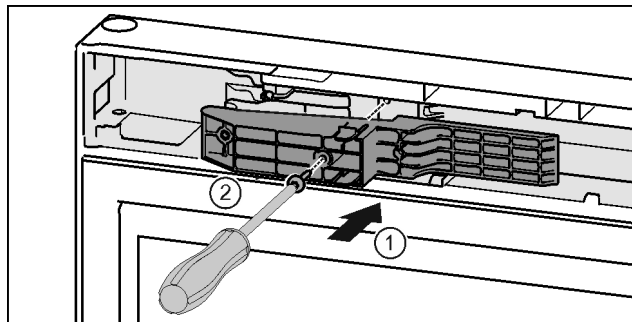

Fig. 48 *
- ▶ Adaptér nasadte na strane rukoväte do vybrania. Fig. 48 (1)*
- ▶ Skrutkovačom T15 pevne zaskrutkujte skrutku. Fig. 48 (2)*